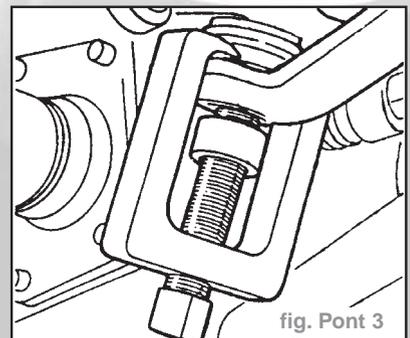

fig. Pont 3
- Déposer les articulations de barres d'accouplement centrales du bras de boîte de direction et levier intermédiaire (utiliser l'outil **KM-787**) (fig. Pont 3).